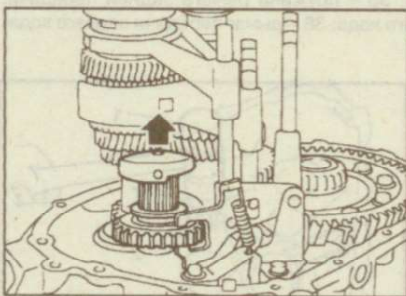

Рис. 9.184. Снятие вала промежуточной шестерни заднего хода и шестерни заднего хода
4. Зацепите шестерни 4-й передачи и снимите вал промежуточной шестерни заднего хода и шестерню заднего хода (рис. 9.184).